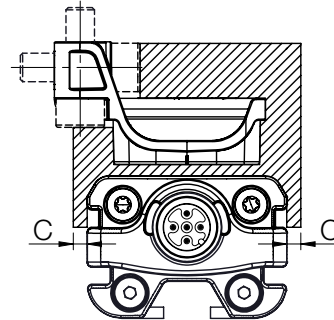

Fig. 5-5: Distancia mínima C
- La distancia C entre el sensor de posición y piezas de material imantable, debe ser de 10 mm como mínimo (véase Fig. 5-5).